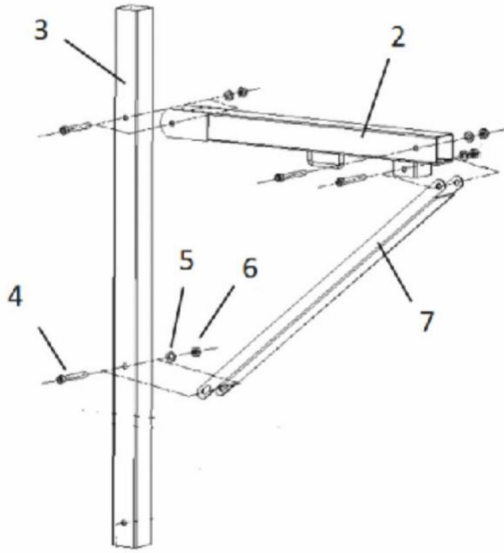

Figura 3
- A. Ensamble la barra transversal (2) y la barra de soporte (7) a la barra vertical (3) utilizando 3 juegos de pernos (4), arandelas (5) y tuercas de seguridad (6). Como se muestra en la figura 3.